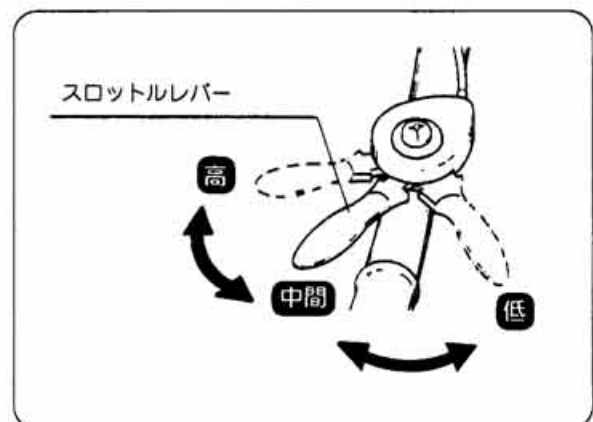

図5
- ⑤ スロットルレバーを [中間] の位置にします。(図5)